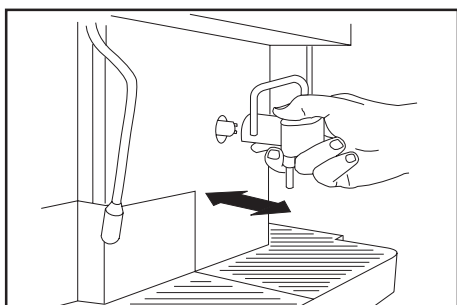

Fig. 12
- **Beccuccio erogatore:** togliere il beccuccio tirandolo delicatamente verso l'esterno (fig.12), smontarlo, lavarlo in acqua tiepida e reinsertirlo nella sua sede.